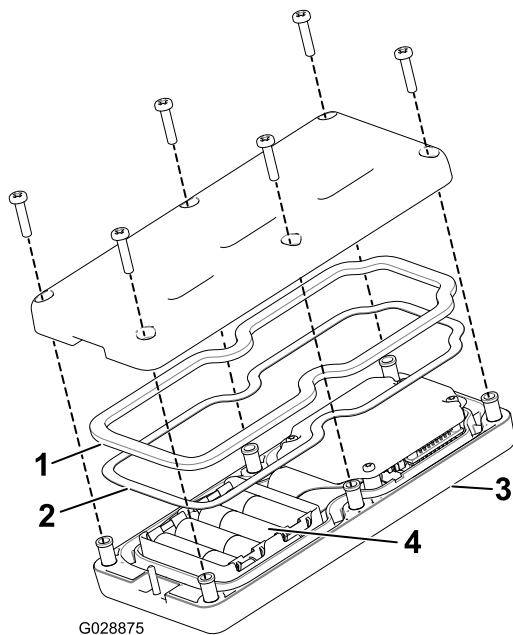

図 46
3. リモートの裏側にあるねじ6本を外してカバーを取る (図 46)。
- 電池を入れる 電池の向きに注意すること。電池を入れる箇所にはプラス・マイナスの表示がある 図 46。
- ゴム製シールとスチール製のガスケットを外してしまった場合は、これらを注意深く溝にセットする (図 46)。
- カバーを元通りに取り付け、先に取り外したねじ6本を使って固定し 図 46、各ねじを 1.5~1.7N・m 0.15-0.17 kg.m = 13~15 in-lb にトルク締めする。